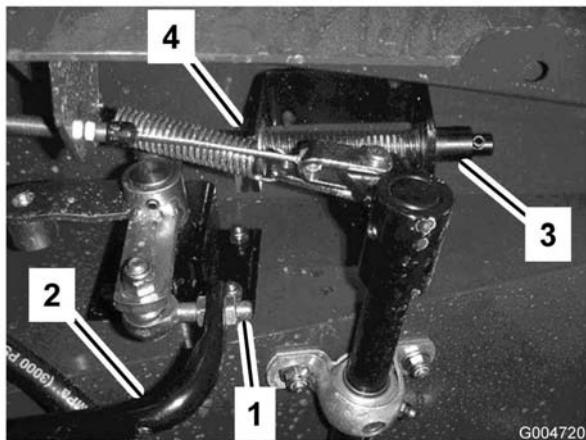

Figure 69
3. Desserrez les écrous de blocage à l'extrémité de la barre et réglez la longueur de la barre de déplacement (Figure 69) pour que la pédale touche la butée quand le levier de pompe arrive au bout de sa course. Resserrez les écrous de blocage.
3. Remplissez le réservoir (Figure 69) d'environ 30 litres (8 gallons américains) d'huile hydraulique (voir Contrôle du niveau de liquide hydraulique).